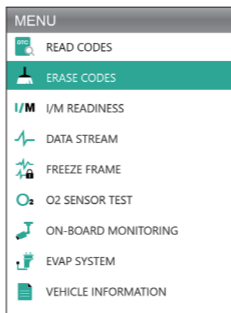

Figura 3.3.1
1. Selezionare l'icona Cancella Codici (Vedi Figura 3.3.1), e premere [OK].